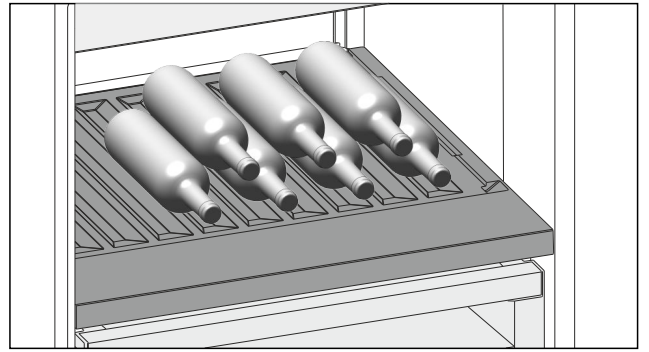

Fig. 115
- Aseta pullot niin, että pohja osoittaa taaksepäin takaseinää vasten. (katso Fig. 115)